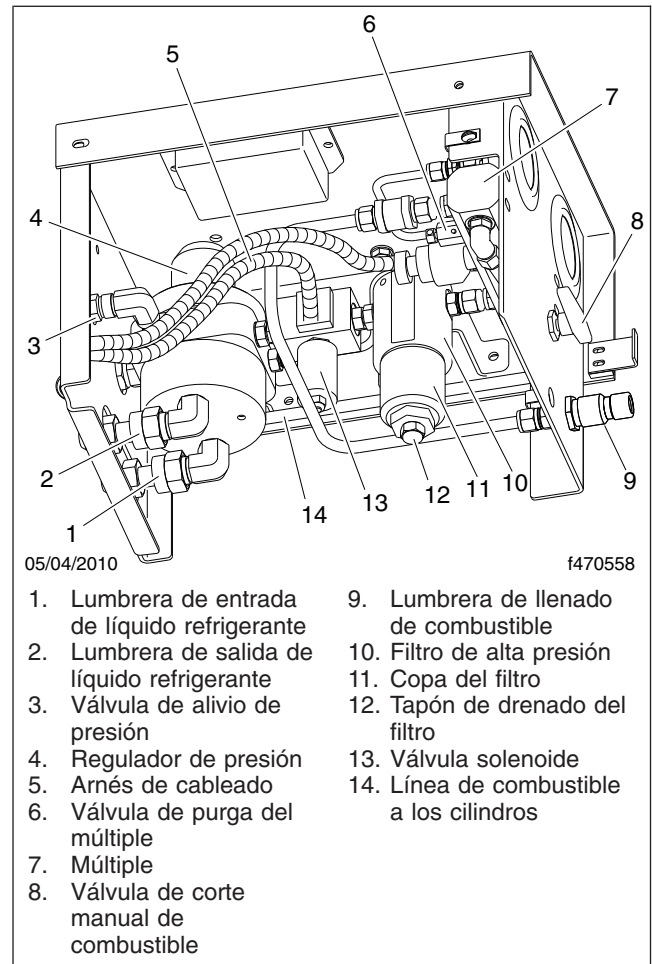

Figura 11.18, Componentes del panel de combustible GNC
- 2.4 Abra lentamente la válvula de purga del múltiple para dejar escapar toda presión de combustible restante del sistema. Vea la **Figura 11.18**.